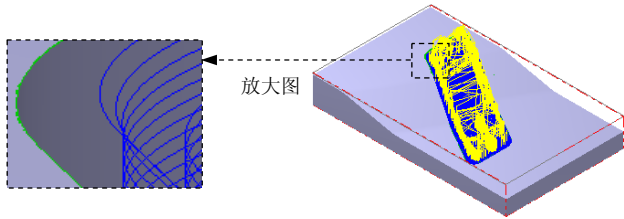

图 14.15 刀具路径
Step10. 单击“曲面残料粗加工”对话框中的  按钮, 同时在图形区生成图 14.15 所示的刀具路径。